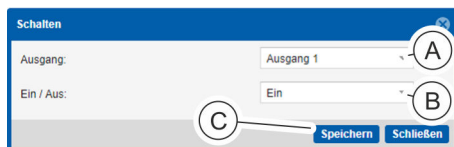

Abb. 120: Fenster „Schalten“
- ⇒ Es öffnet sich das Fenster „Schalten“ (Abb. 120).
2. ➔ Im Auswahlmenü „Ausgang“ (Abb. 120/Ⓐ) den gewünschten Ausgang auswählen.
3. ➔ Im Auswahlmenü „Ein/Aus“ (Abb. 120/Ⓑ) die Einstellung „Ein“ bzw. „Aus“ auswählen.
4. ➔ Einstellung über die Schaltfläche „Speichern“ (Abb. 120/Ⓒ) übernehmen.